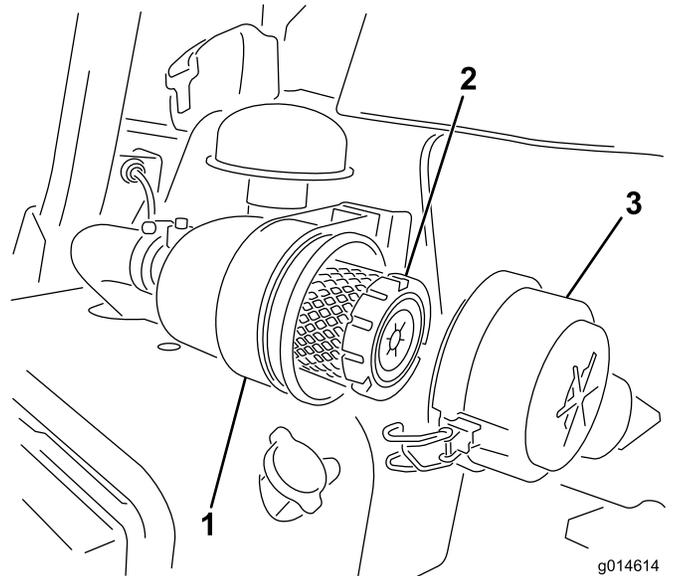

图46
1. 松开将空气滤清器盖固定到空气滤清器壳体上的门锁（图46）。
6. 固定门锁（图46）。